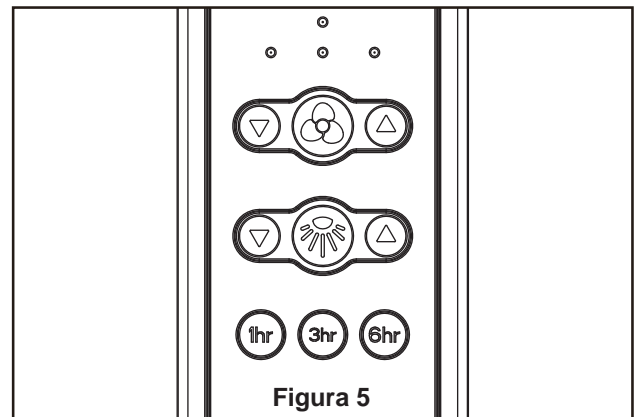

Figura 5
6. Conecte los cables usando conectores como se muestra en la figura 5.
7. Luego de empalmar los cables y realizar la conexión, sepárelos y dóblelos hacia arriba con el conductor con conexión a tierra y el unidad del techo a tierra del equipo debe ir en un lado de la caja de distribución eléctrica y el unidad del techo a tierra debe ir del otro lado. (Figura 5)
individuales. (Figura 5)
5. Funciones del control remoto: (Figura 5)